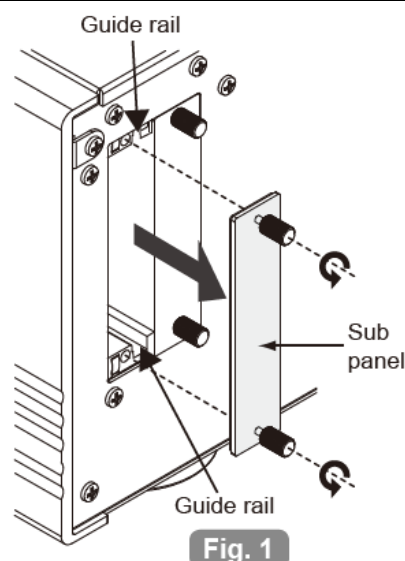

Fig. 1
2. Na tylnej ścianie urządzenia, należy usunąć płytkę zabezpieczającą slot (rys.1) – płytkę należy zachować.